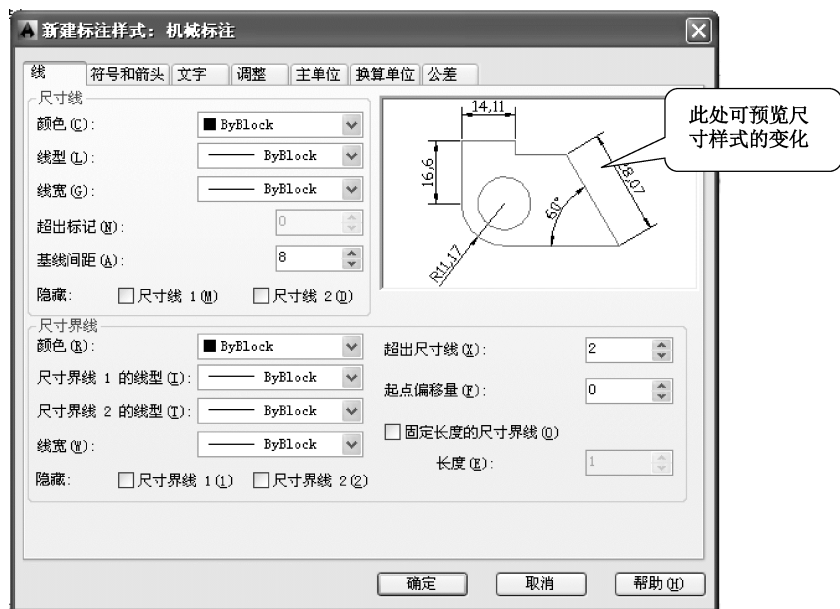

图 4-40 “线”选项卡
(4) 单击“继续”按钮，弹出“新建标注样式：机械标注”对话框，如图 4-40 所示，按表 4-2 所示的要求设置“线”选项卡中“尺寸线”选项组下的“基线间距”为“8”；设置“尺寸界线”选项组下“超出尺寸线”为“2”，“起点偏移量”为“0”。
(1) 设置尺寸线、尺寸界线。在“线”选项卡中设置尺寸线、尺寸界线的格式、位置等特性，其选项卡如图 4-40 所示。
- ① 颜色、线型和线宽：用于指定尺寸线的颜色、线型和线宽，一般设为“随层”或“随块”。